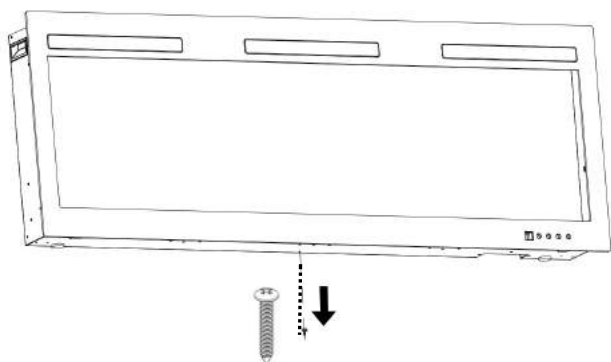

Fig 4-1
A. Odkręć srebrną śrubę w dolnej części urządzenia. (**Rys. 4-1**). Odłóż śrubę na bok.
- Przy pomocy złącza połącz zielone przewody uziemiające (G), standardowe białe przewody (N), a następnie czarne przewody termoelektryczne (L) (POR FIG. C).
- Przykręć pokrywę na miejsce przy pomocy trzech śrub, tak jak to pokazano na FIG. 4-1.